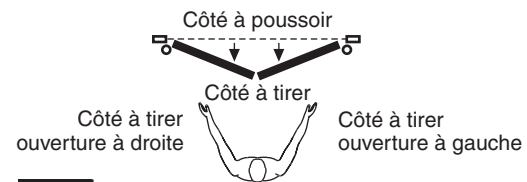

Figure 2
2. Déterminer si le montage se fait du côté à pousser ou à tirer et s'il s'agit d'une ouverture à gauche ou à droite. (Figure 2)